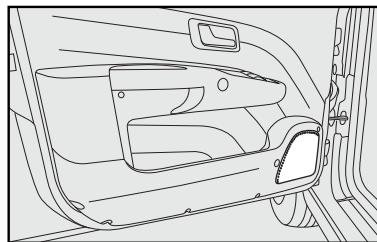

fig. 92
- Altoparlantes en las puertas delanteras **fig. 92.**